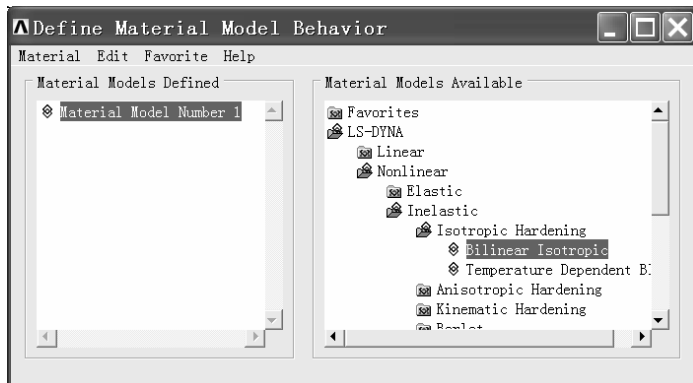

图 10-10 “Define Material Model Behavior” 窗口
(1) 依次选择 Main Menu>Preprocessor>Material Props>Material Models，出现“Define Material Model Behavior”窗口（见图 10-10）。